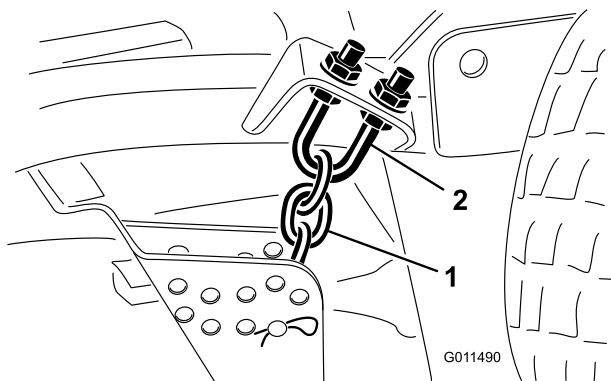

Figura 81
- Aflore las contratuercas de la parte superior o inferior del perno en U de la cadena de altura de corte (Figura 81).